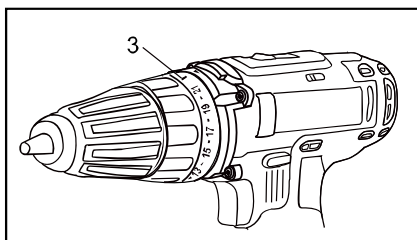

Рис.4
Сверление обозначено значком (3)  на вращающемся кольце (Рис. 4).